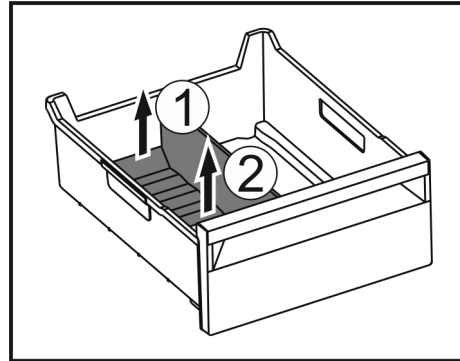

Fig. 115
- Zdvihnite zadnú časť oddelovača zásuvky na ľad. Fig. 115 (1)
- Odoberte oddelovač zásuvky na ľad nahor. Fig. 115 (2)